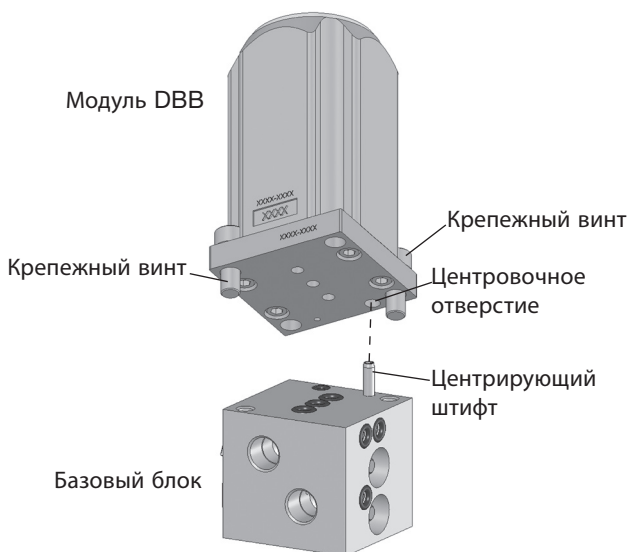

Рисунок 4
6. Установите **модуль DBB** на каждый **базовый блок** так, чтобы **центрирующий штифт** вошел в центровочное отверстие на модуле DBB. Используя два **крепежных винта** (№ 10-32 x 1/2 дюйма со стандартной шестигранной головкой на 5/32 дюйма), закрепите модуль DBB на базовом блоке с моментом затяжки 25–35 фунт-сил·дюйм (2,8–4,0 Н·м). См. рисунок 4.